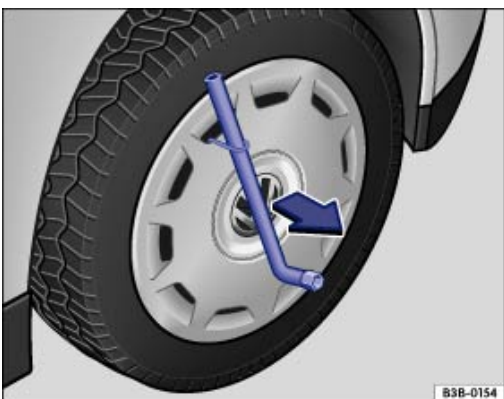

Fig. 201 Retrait de l'enjoliveur de roue plein.
- Faites passer la clé démonte-roue à travers l'étrier métallique ⇒ *Fig. 201* et retirez l'enjoliveur de roue plein dans le sens de la flèche.